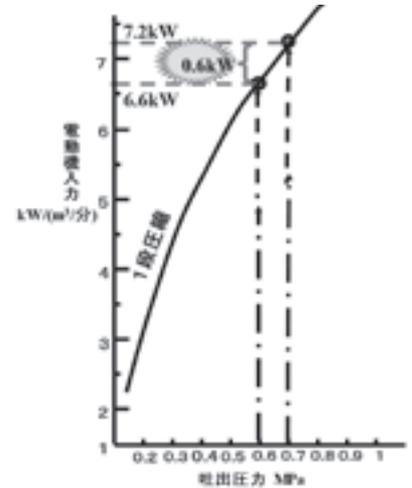

図2. 吐出圧力と電動機入力(例)
- ①圧力を下げると圧縮を行うために必要となる動力が低くなるため、電動機の消費電力が下がります。また、圧力が下がるためドレントラップや使用先での消費量が少なくなるので効果の高い方策です。0.1MPa下げると機種やメーカーにより差がありますが1段圧縮で約8～9%の消費電力の節減ができます。(図2)
- ②圧力を下げると工場末端の空気圧も下がります。末端に圧力計を設置し、日頃から作業中の圧力を把握していると、どれだけの下げ代があるか目安が立つでしょう。